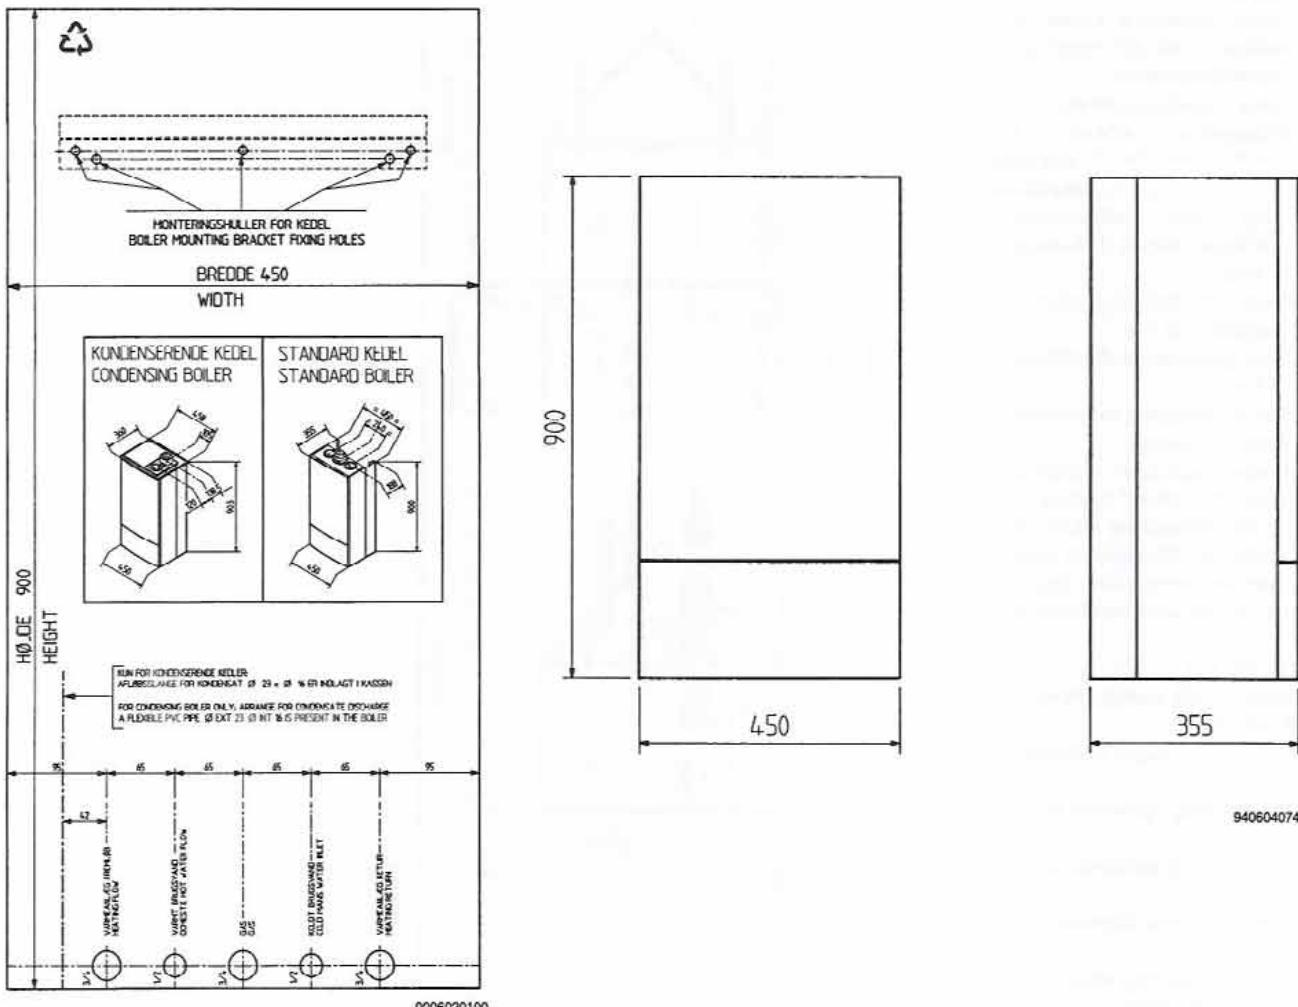

Fig.14. Målskitse for kedel. - Dimensioned drawing for boiler.
- b) den medfølgende monteringsskabelon (fig.14) tages ud af emballagen, sættes i lod og fastgøres med tape i hvert hjørne, således at den sidder tæt og fast på væggen, hvor kedlen skal ophænges;
- g) såfremt monteringsskabelonen anvendes, kan rørinstallasjonerne udføres helt frem til kedlen, inden denne bliver ophængt. Placeringen af rørforbindelserne kan ses nederst på monteringsskabelonen (se skema i fig. 14);
- b) take the supplied template (fig. 14) out of the package, plumb and level it, and fix it to the wall by taping it in each corner so that it covers the area where you want to mount the boiler. Make sure that it is placed firmly and closely against the wall and cannot move;
- g) if you use the template, you can actually finish the pipe installation before mounting the boiler. The arrangement of the pipes is marked at the bottom of the template (see fig. 14);